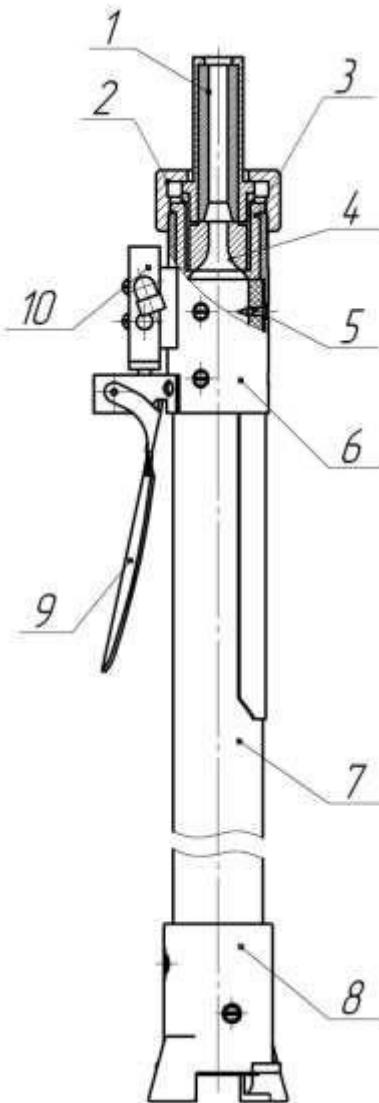

Рисунок 4. Напорный рукав.
14.4. Гарантия не распространяется на быстроизнашивающиеся детали и комплектующие изделия (рис.4):